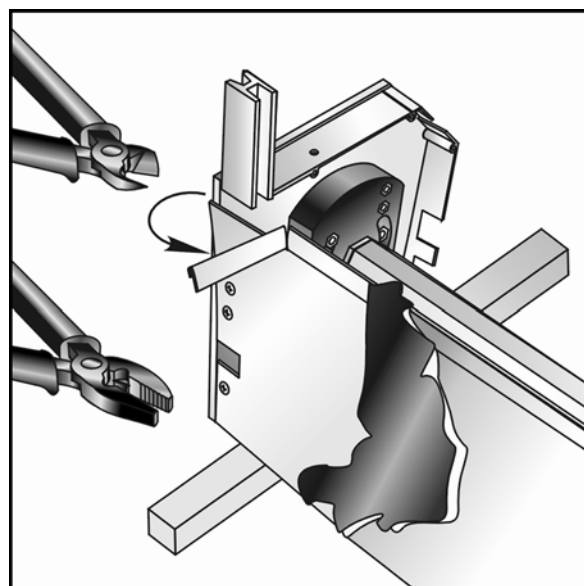

Рис. 2.12
8. Вырезать отбортовку задней панели короба в местах прилегания направляющих шин (рис. 2.12).